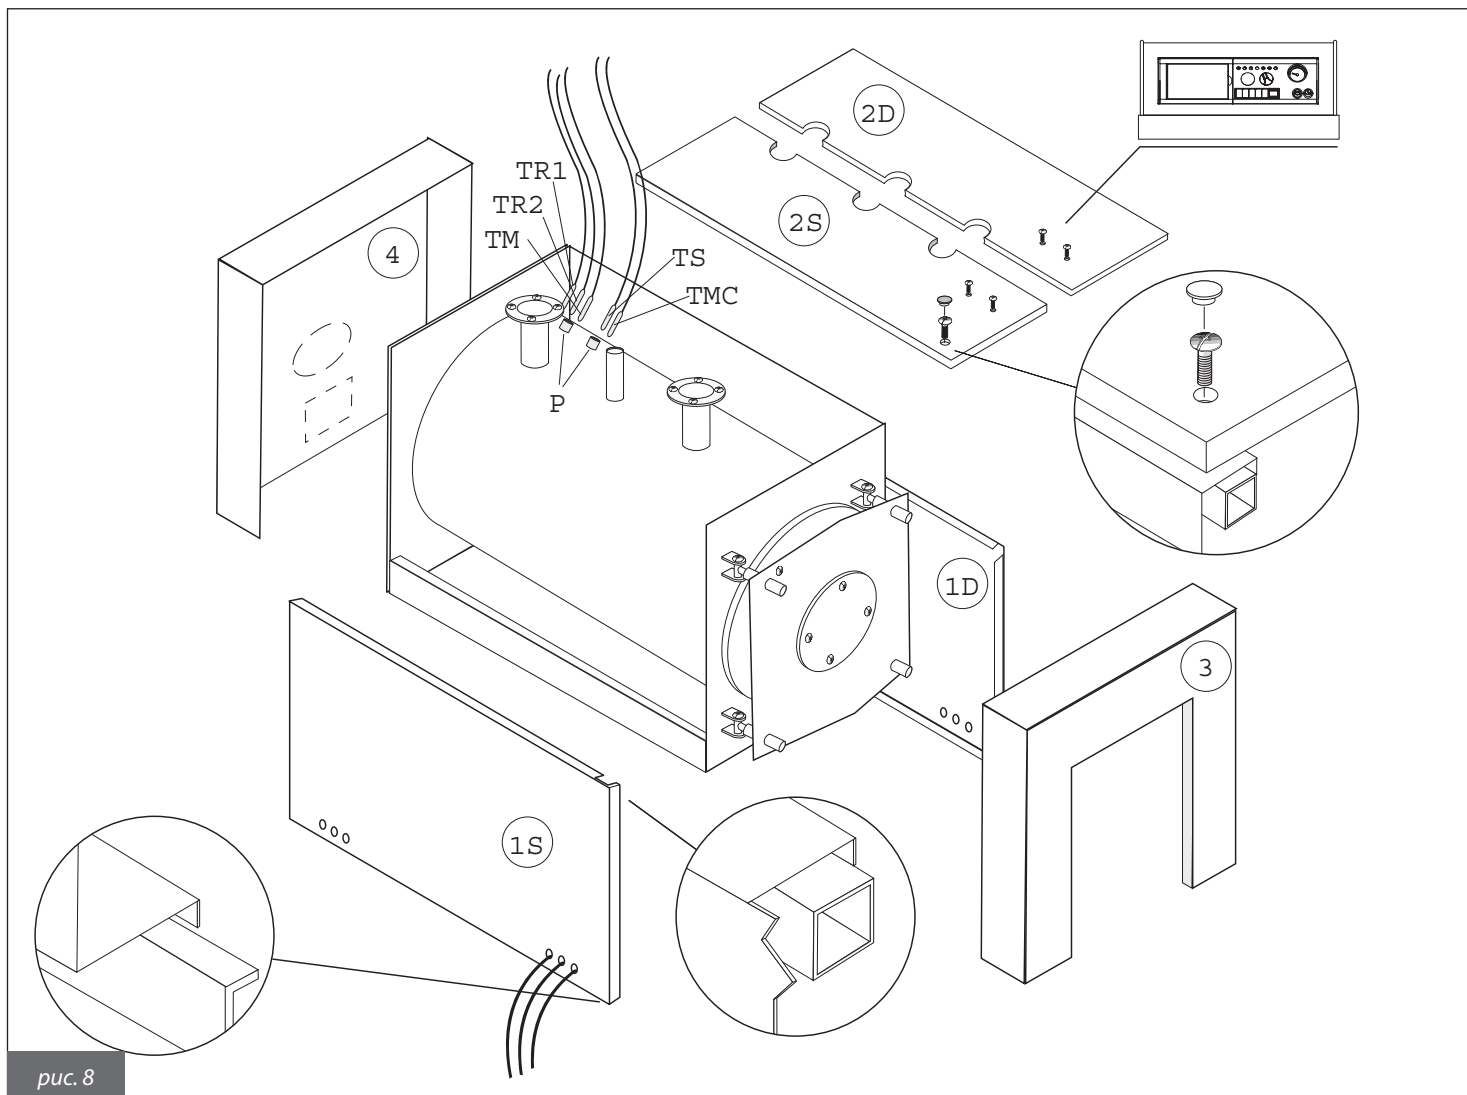

рис. 8
### 4.1. Облицовка котла для мод. 70÷400 (рис. 8)
- f) Закрепить верхние панели винтами и закрыть проходные отверстия заглушками (см. рис. 8).